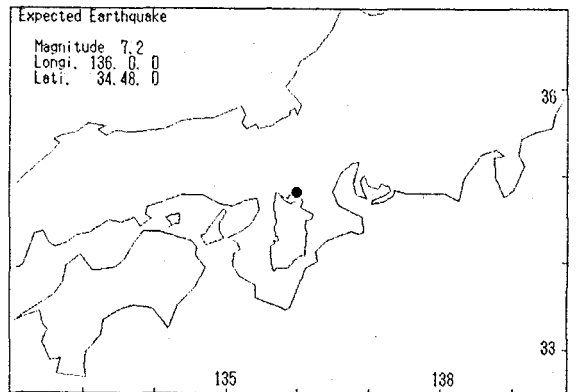

図1 伊賀上野地震
2. 想定地震 本研究では任意の位置と大きさをもつ地震を想定し、以下の被害予測を実施できるが、本文では奈良市域に影響を与えた1854年の伊賀上野地震を取り上げて説明する。図1にその位置と大きさを示す。